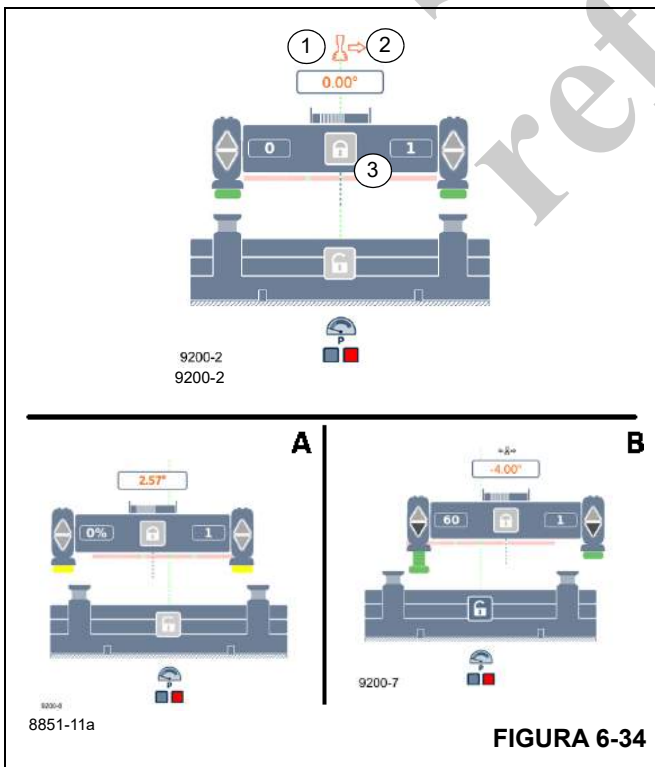

FIGURA 6-34
- Seleccione y confirme el símbolo (3), (Figura 6-34).
- Para girar, mueva la palanca de control en el sentido visualizado (1) o (2), (Figura 6-34) – el modo automático se inicia.
- La superestructura gira a su posición (A), (Figura 6-34).
- Los cilindros de elevación se extienden (B), (Figura 6-34).